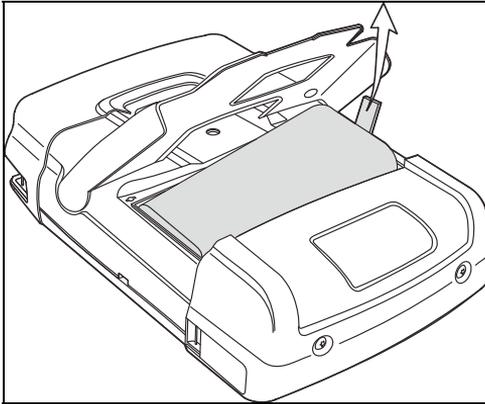

Figura 49. Retirada de la batería
5. Levante un lado de la batería y retírela (Figura 49).